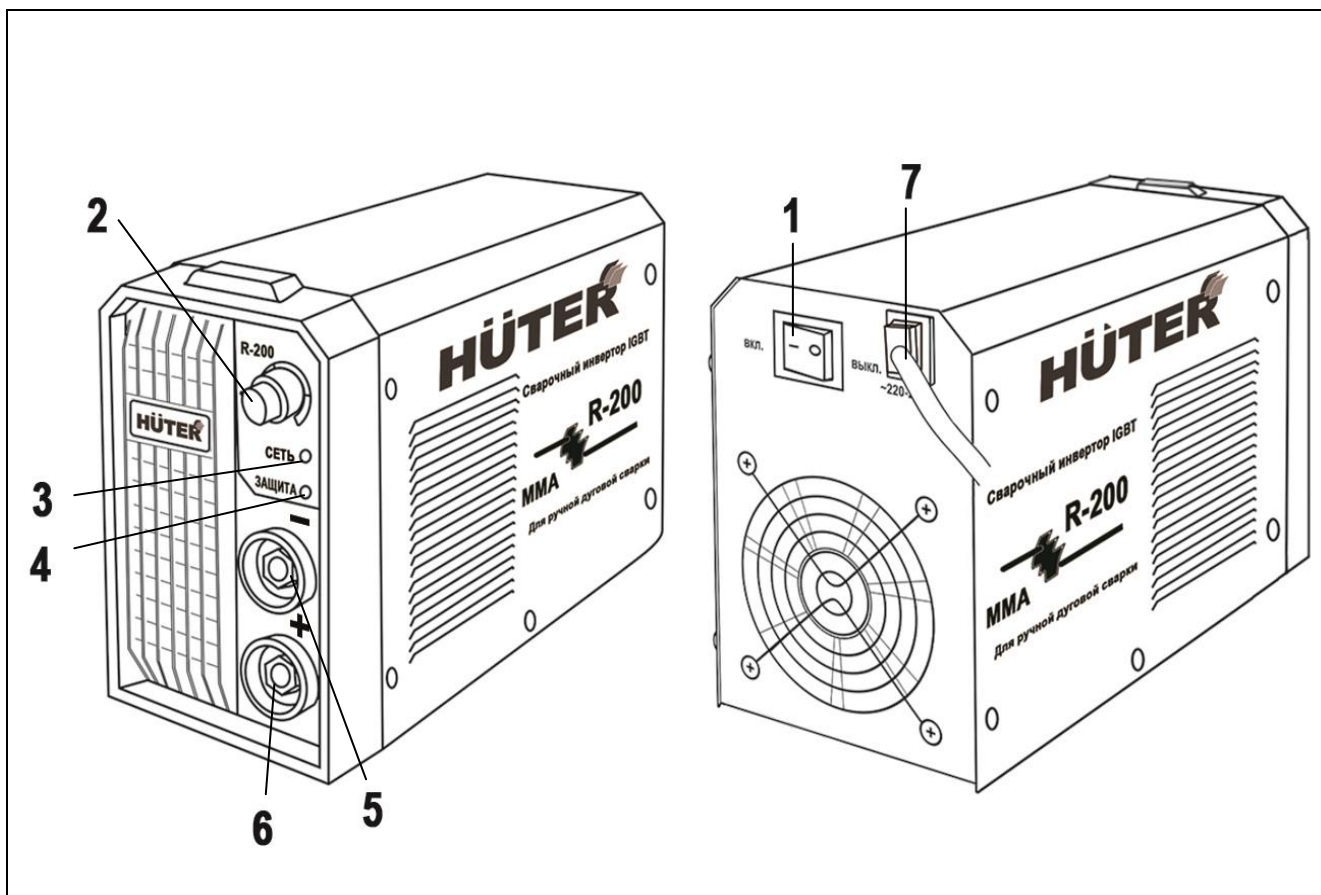

Рис. 1. Общий вид
- Держа сварочную маску перед лицом, «чиркните» электродом по поверхности свариваемой детали (как при зажигании спичкой). Данный метод наиболее продуктивный для зажигания сварочной дуги (Рис 4 (рис.1)).